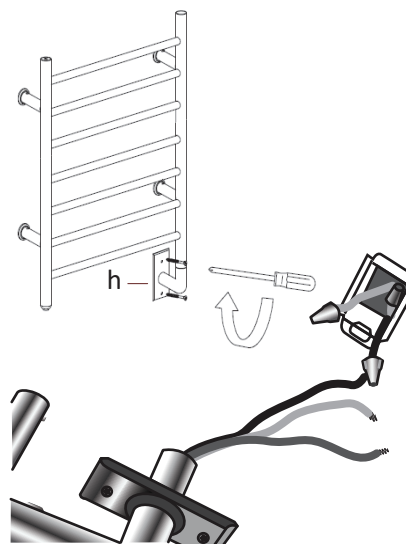

Figure 5
Étape 5 : Installation du poteau de raccordement électrique (figure 5)